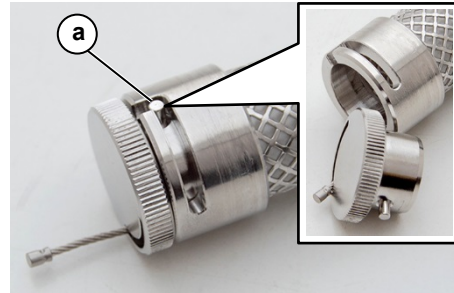

Abb. 36: Cleanfinity Filter geöffnet
1. Drehen Sie den Bajonettverschluss des Verschlusselementes gegen den Uhrzeigersinn bis zum Anschlag (Abb. 36, Pos. a). Ziehen Sie das Verschlusselement von dem Cleanfinity Filter ab.